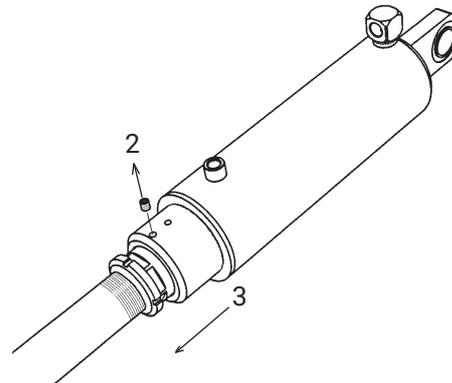

Imagen 39. Ajustar el tope
2. Aflojar el tornillo de bloqueo del tope (2). Desenroscar el tope totalmente hacia atrás, hacia el puente de elevación (3). Véase la Imagen 39.